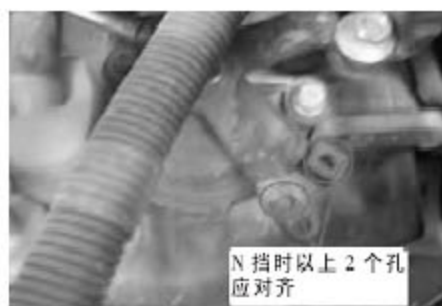

图 1
C). 扳动手动控制杆，将手动换挡杆的末端孔和变速挡位开关法兰孔对齐，如图 1 所示。